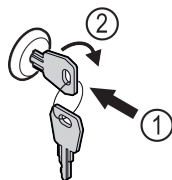

Fig. 172
- ▶ Dugja be a kulcsot Fig. 172 (1).
- ▶ Forgassa el a kulcsot 90°-kal az óramutató járásával megegyező irányba Fig. 172 (2).